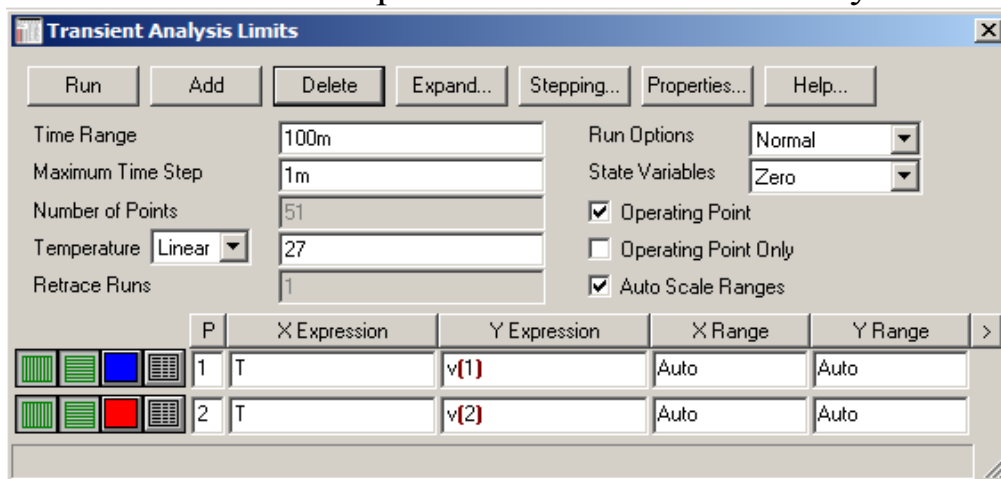

Рисунок 10. Задание параметров анализа
4. Соедините линиями элементы схемы, подключите элемент «Заземление». Щёлкнув по кнопке , убедитесь в том, что нумерация узлов ① ② соответствует схеме. Сохраните файл модели lr1978ivanov1.cir в папке «лр1группафамилия».
5. Установите параметры анализа, для чего откройте панель «Analysis» - «Transient».как на рис. 10. Нажмите клавишу «Run».